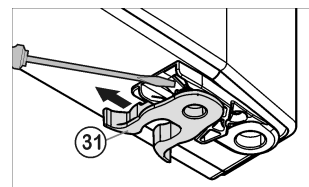

Fig. 6
- ▶ 更换弹簧线夹 Fig. 6 (31)：向下按定位横档，拔出横档上的弹簧线夹。